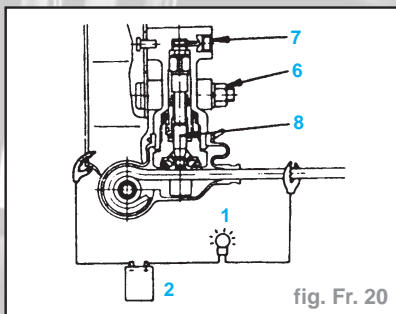

fig. Fr. 20
- Desserrer les écrous (6), soulever l'unité de soupape (7) - (la pression diminue) (fig. Fr. 20).